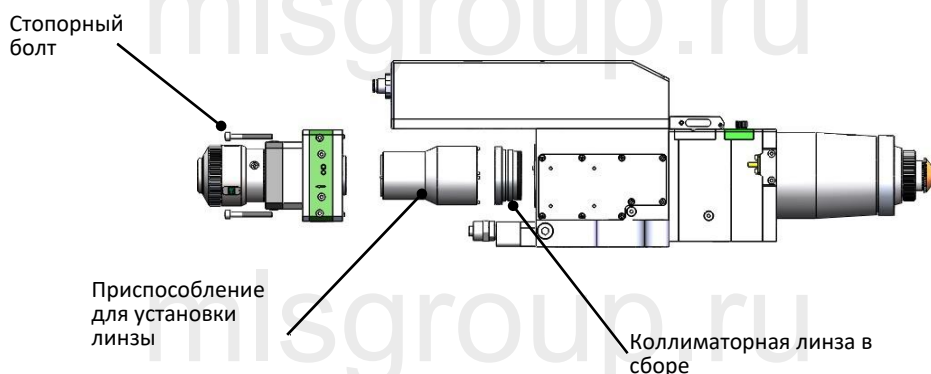

Рисунок 5.4 – Снятие коллиматорной линзы в сборе
- С помощью 3 мм ключа для винтов с внутренним шестигранником открутите фиксирующие винты коллиматора (как показано на рис. 5.4). Изолируйте посадочное место коллиматора клейкой лентой во избежание попадания пыли;